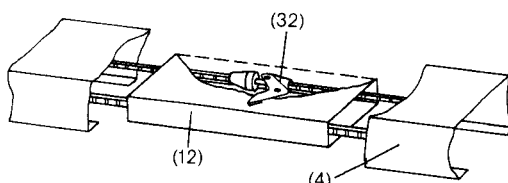

Bild 3b
- (4) Laufschiene
- (12) Laufschiitten
- (32) Mitnehmer
Wichtig: Darauf achten, daß der Mitnehmer (32) in den Laufschiitten eingefahren ist und der Laufschiitten (12) in der Mitte der Laufschiene (4) steht (Bild 3b)!